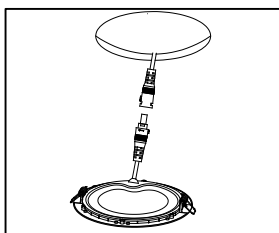

fig. 3
3. Connectez le boîtier en J au module d'éclairage (fig. 3).